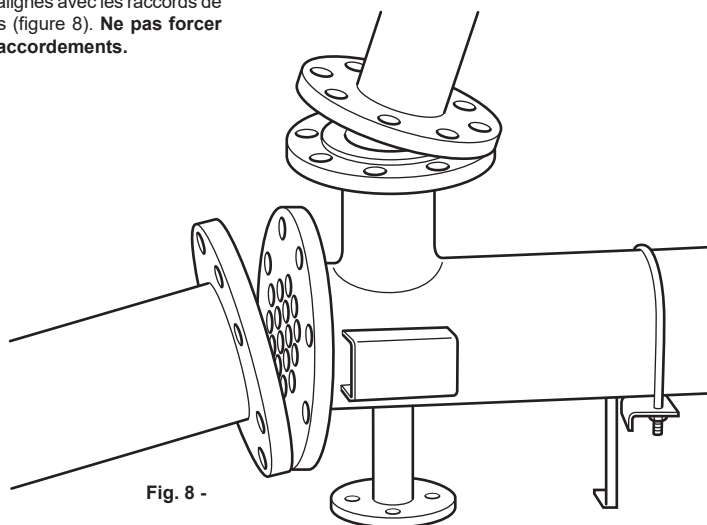

Fig. 8 -
4.7 Veillez à ce que les échangeurs de chaleur soient situés sur une surface plane et qu'ils soient parfaitement alignés avec les raccords de tuyauterie adjacents (figure 8). **Ne pas forcer l'alignement des raccords.**